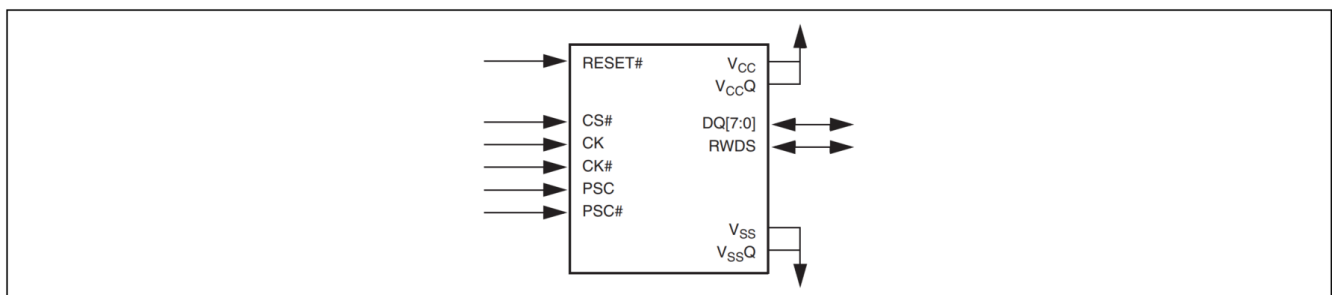

图 36 带DCARS 信号的 HYPERBUS™产品
- 75. 该图显示了 图 36 的数据传输部分的近视图，以便更清楚地显示数据有效期受时钟抖动和时钟输出延迟不确定性的影响。